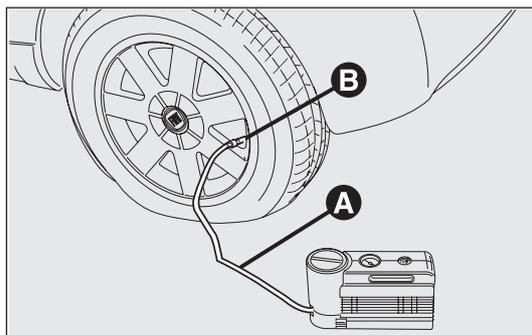

fig. 134
- ❑ Accione el freno de mano. Afloje el capuchón de la válvula del neumático, extraiga el tubo flexible de llenado A-fig. 134 y apriete la tuerca B en la válvula del neumático;